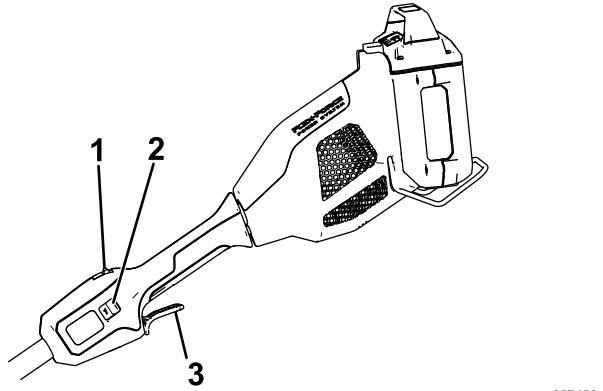

Figure 10
- Pour mettre la débroussailleuse en marche, appuyez sur le bouton de verrouillage, puis serrez la gâchette de marche (Figure 10).